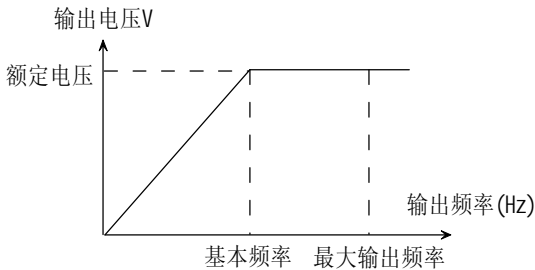

图 5-0-1 输出频率与输出电压关系图
- 基本频率 F_{BASE} ：当变频器的输出电压等于额定电压 U_n 时的最小输出频率，用来作为调节频率的基准。通常以电机额定频率作为基本频率的设定值。本系列变频器，基本频率 F_{BASE} 可调范围为0.10～650.0Hz。在通常运用的情况下，应按电机的额定频率选择 F_{BASE} 。在特殊运用的场合，可按使用要求设定，但此时必须特别注意与负载电机的V/F特性的配合及电机的出力要求，如图5-0-1输出频率与输出电压关系图所示。